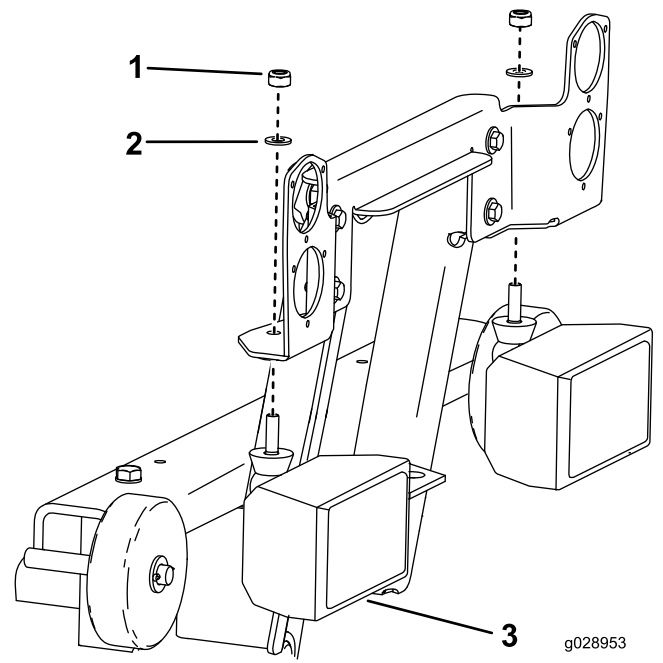

Figura 16
3. Retire la tuerca hexagonal y la arandela de cada luz y utilícelas para instalar los faros (Figura 16).